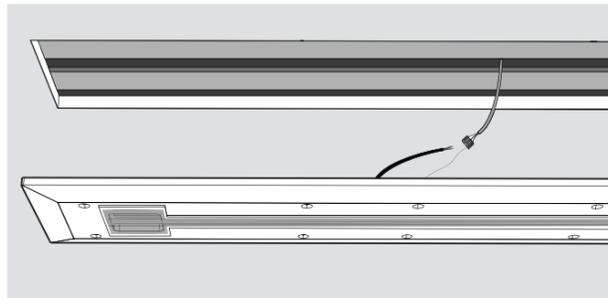

Abb. 2
3. Entnehmen Sie das Modul aus der Aussparung und schließen Sie die Schiene mit den vormontierten Klemmen an (Abb. 2).